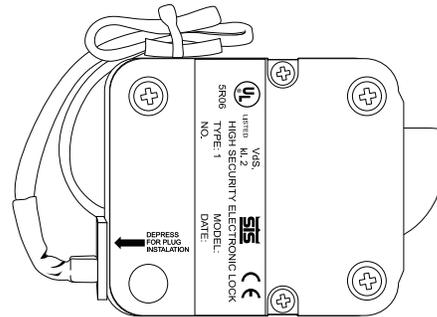

Figura 4
5. Assicurare i cavi con fermacavi, assicurandosi di non includere nessuna parte mobile (figura 4).
6. Collegare il cavo proveniente dal dispositivo di ingresso direttamente nella porta del connettore contrassegnata con ENT sulla serratura (figura 4).
In caso di chiavistello con sistema meccanico ridondante, è necessario un metodo per far rientrare il chiavistello. A questo scopo, si raccomanda l'uso del disco combinatore VISIONGARD (P/N 2085) (figura 4). Se si desiderano dispositivi combinatori con opzioni diverse, LA GARD offre un'ampia gamma di tali dispositivi.